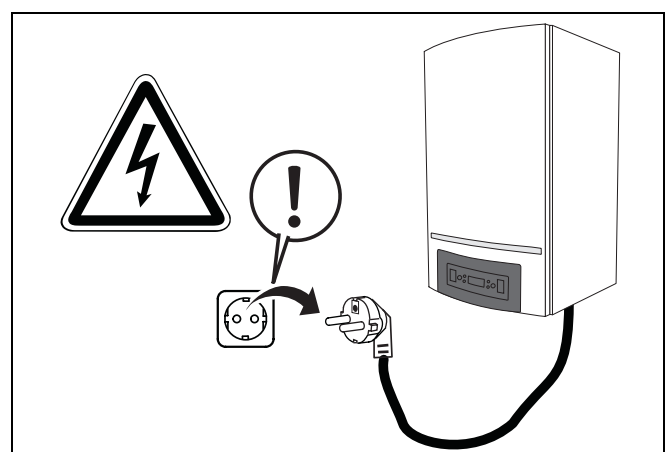

fig. 20 Netstekker uit de wandcontactdoos nemen
- Neem de netstekker vóór werkzaamheden aan het cv-toestel uit de wandcontactdoos (→ fig. 20).